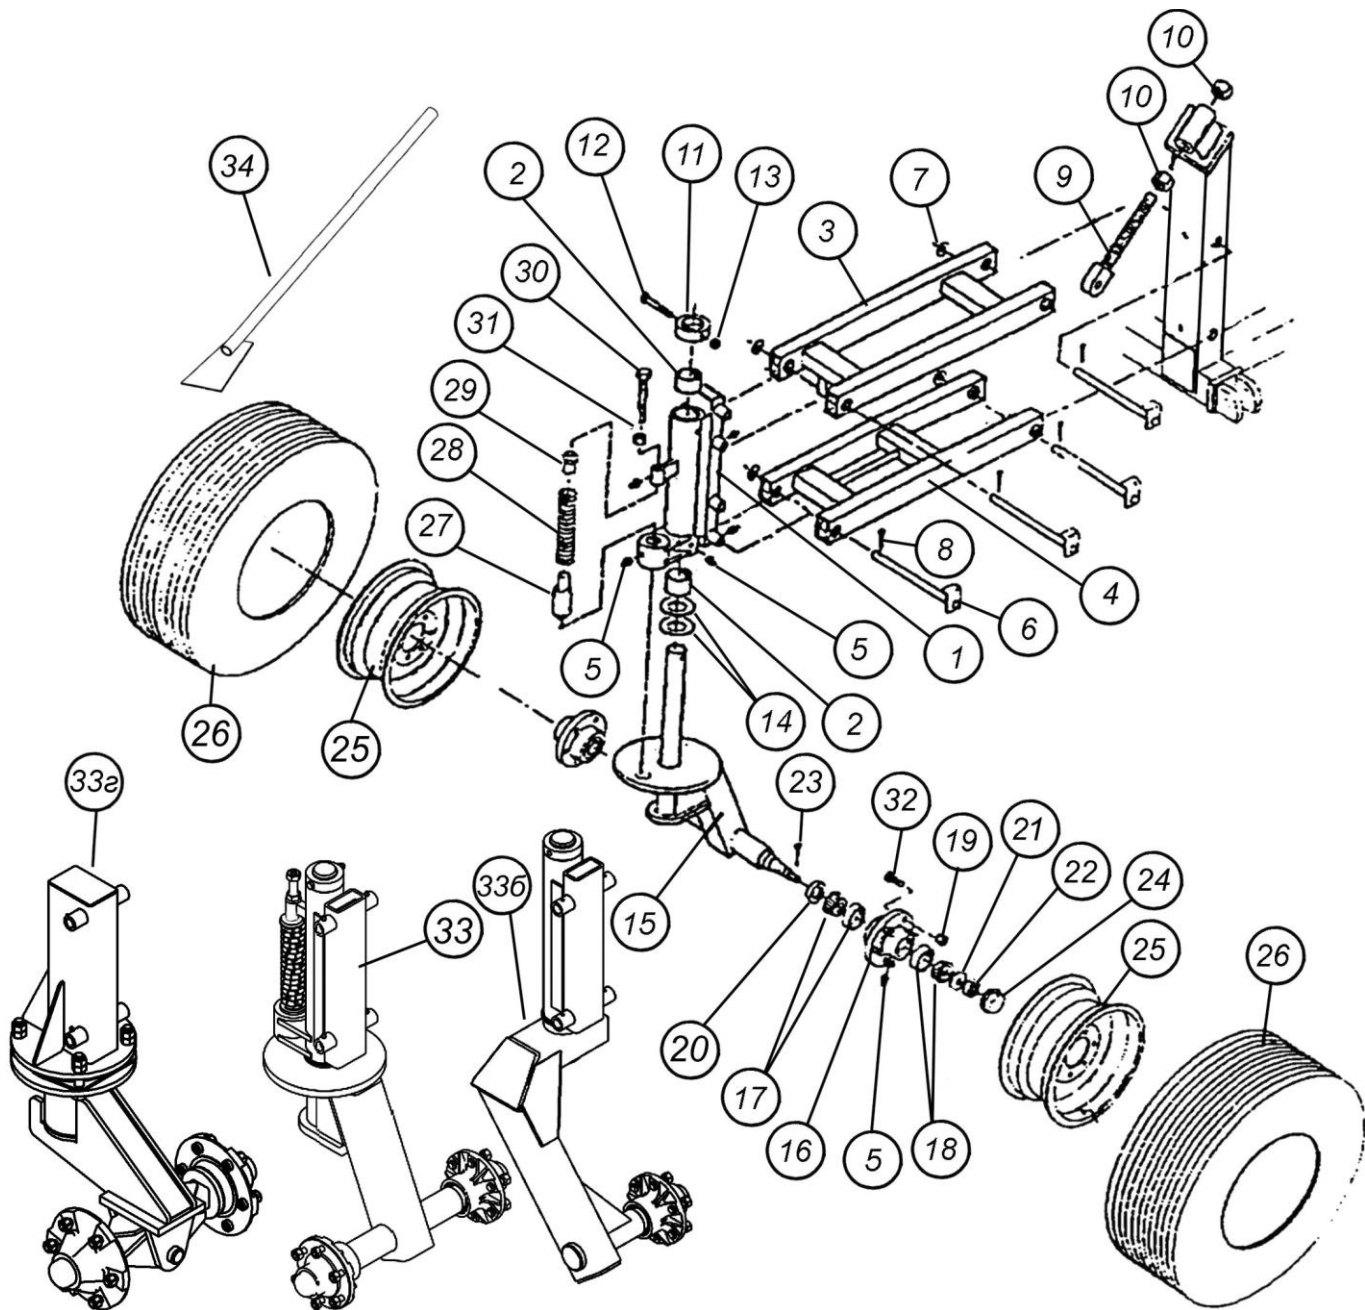

Рис. 7.1.4. Передняя подвеска
7.1.4.1. Узел жёсткого двойного колеса нового образца (передняя стойка) (рис. 7.1.4.1)